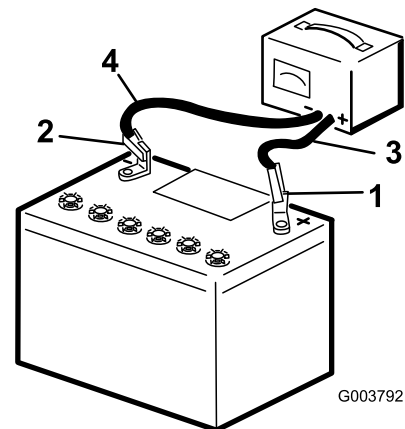

Figure 38
3. Chargez la batterie pendant 10 à 15 minutes entre 25 et 30 A, ou pendant 30 minutes entre 4 et 6 A (Figure 38). Ne chargez pas la batterie excessivement.
4. Quand la batterie est chargée au maximum, débranchez le chargeur de la prise, puis débranchez les fils du chargeur des bornes de la batterie (Figure 38).